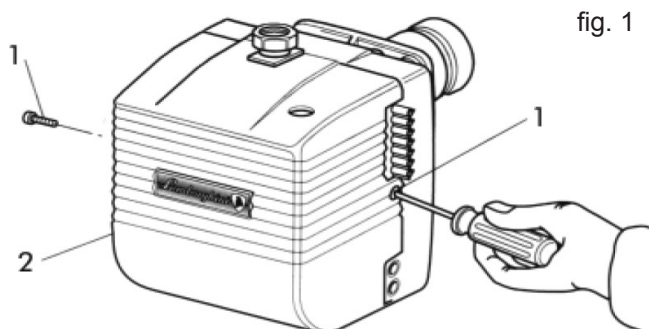

fig. 1
Per accedere ai componenti principali è sufficiente togliere il cofano come da (fig.1). La manutenzione alla testa di combustione si esegue nel seguente modo:
- Chiudere il rubinetto del gas e staccare la rampa gas del bruciatore. Svitare le viti 1 e togliere il cofano 2 (fig.1).